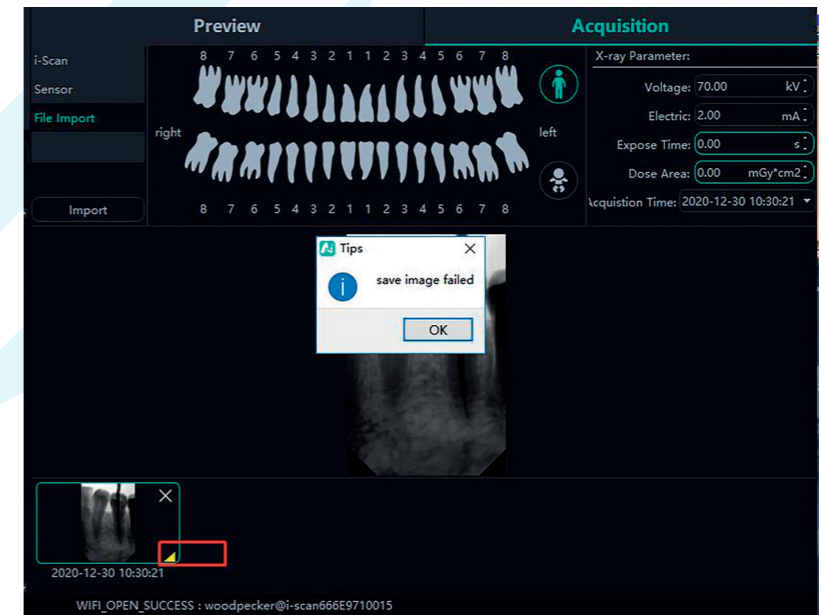
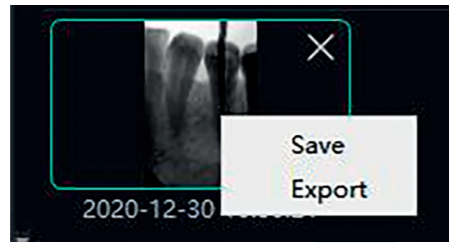

Figura 28
Figura 29
4. Durante la adquisición, pueden surgir problemas como la inestabilidad de la red, que provoquen un fallo al guardar la imagen. En este caso, aparece una marca de fallo de guardado de imagen en la esquina inferior derecha de la imagen. Haga clic con el botón derecho del ratón en la imagen y podrá exportarla a local y guardarla de nuevo, como se muestra en la Figura 28 y en la Figura 29.